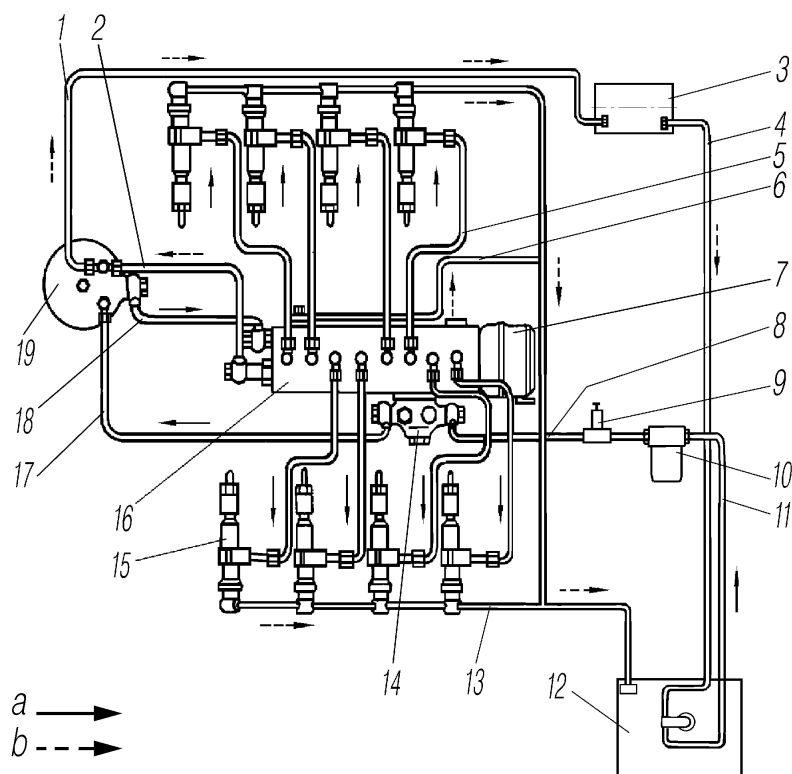

Рис. 12. Схема системы питания:
**Система питания двигателя топливом.** Топливо из топливного бака 12 (рис. 12) засасывается топливоподкачивающим насосом 15 и через фильтры грубой 10 и тонкой 19 очистки поступает к топливному насосу высокого давления 16, который подает топливо по трубкам 5 к форсункам 15. Форсунки впрыскивают топливо в цилиндры двигателя, согласно порядку их работы. Излишки топлива, а вместе с ними и попавший в систему воздух отводится через клапан-жиклер фильтра тонкой очистки и трубопроводы 1 и 4 в топливный бак. Просочившееся через прецизионные детали форсунок топливо по трубопроводам 13 также отводится в топливный бак.